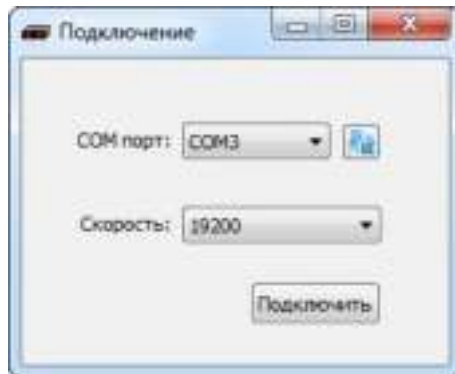

Рисунок 5. Соединение
4. В появившемся окне соединения (рис. 5) выберите:
2. Выберите меню «Соединение» → «Подключиться» или нажмите кнопку . В открывшемся окне укажите (рис. 5):